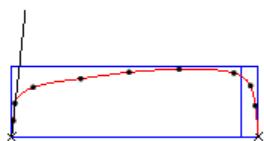
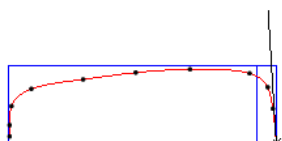

图 10.5.21 对齐左端点
图 10.5.22 对齐右端点
(4) 对初步的 ISDX 曲线 1 进行编辑。
① 单击 **样式** 功能选项卡 **曲线** 区域中的 **曲线编辑** 按钮，然后选取 ISDX 曲线 1，此时系统显示编辑操控板。
② 移动曲线 1 的端点。按住 Shift 键，拖移 ISDX 曲线 1 的左端点，使其与基准曲线 1 的左下顶点对齐（当显示“×”符号时，表明两点对齐，如图 10.5.21 所示）；按同样的方法将 ISDX 曲线 1 的右端点与基准曲线 1 的右下顶点对齐（图 10.5.22）。